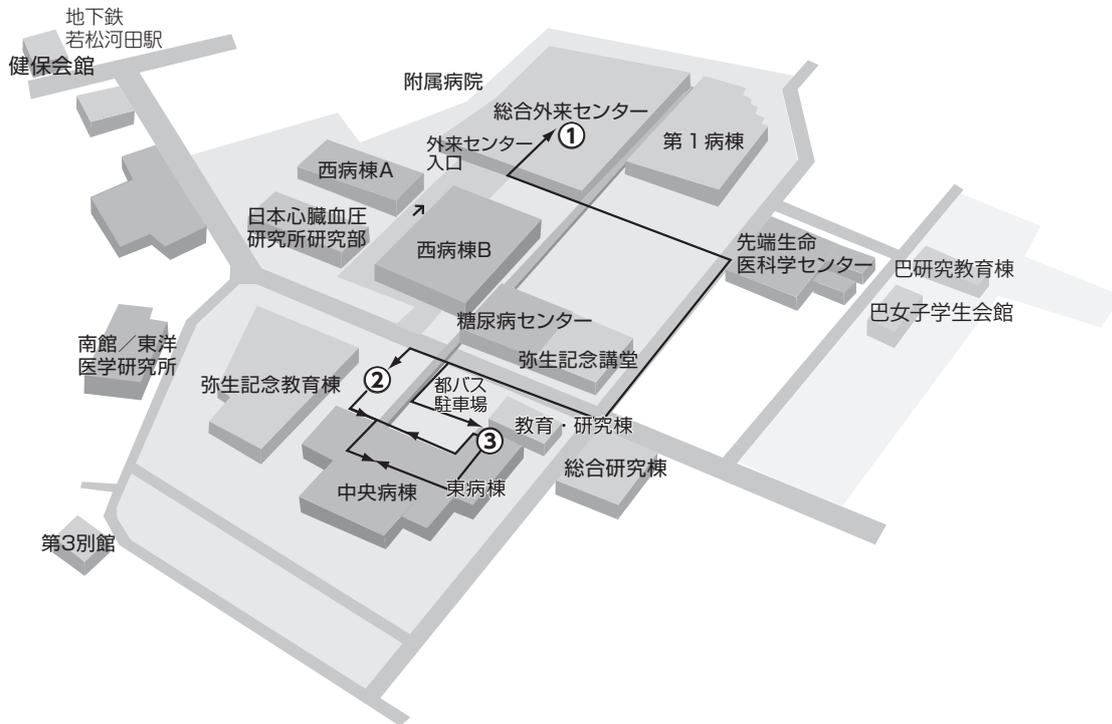

図 1-3-1. TWIns からのアクセス方法
表 1-3-1. 診療時間別受診先 (図 1-3-1 と対応; ①総合外来センター、②・③中央病棟)